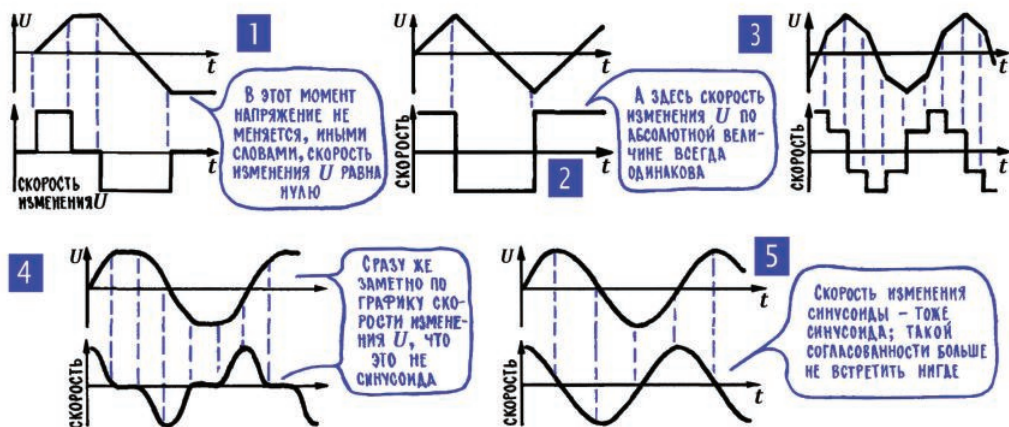

Рис. 6.11. Скорость изменения напряжения разной формы
**12. Скорость изменения синусоидальной ЭДС (напряжения, тока) также изменяется по синусоидальному закону.** В свое время мы обратили особое внимание на то, что в ряде случаев важна не абсолютная величина чего-либо (объема воды, пройденного пути, тока), а скорость ее изменения (гл. 5; 13). Подтверждение этой истины в цепях переменного тока можно встретить на каждом шагу, и поэтому посмотрим, чему, например, равна скорость изменения переменного синусоидального напряжения (рис. 6.11).
меняется вяло, сравнительно медленно), иногда идет вверх (напряжение нарастает), иногда вниз (напряжение уменьшается). Это бывает не только у синусоидальных напряжений (рис. 6.11; 1, 2, 3, 4), но важно еще, как именно меняется скорость изменения напряжения.
Начнем с начала периода, когда синусоидальное напряжение (рис. 6.11; 5) только что прошло через ноль и очень быстро нарастает. В этот момент скорость его изменения самая большая; дальше кривая идет все более полого, то есть скорость нарастания напряжения постепенно уменьшается. Наконец, в момент, когда оно достигло амплитуды, скорость его изменения равна нулю – изменение напряжения как бы на мгновение прекратилось, и вслед за этим оно начнет уменьшаться. Отметим этот факт так – будем считать, что скорость нарастания напряжения стала отрицательной. Постепенно напряжение уменьшается все быстрее и быстрее, а значит, скорость его уменьшения (отрицательная скорость) все нарастает. Наконец, скорость достигает максимума (это отрицательная амплитуда скорости) в момент, когда напряжение проходит через ноль и когда меняется его полярность. Перевалив через ноль, напряжение сначала меняется очень резко, но затем, как это уже было в самом начале, скорость его изменения постепенно уменьшается, приближается к нулю. Ноль скорости соответствует отрицательной амплитуде напряжения, а после этого скорость вновь становится положительной – раз отрицательное напряжение уменьшается, то нужно считать, что напряжение нарастет (если на дворе было минус 10 градусов, а стало минус 5, то мы говорим, что потеплело, температура поднялась). Если тщательно проследить за тем, как меняется синусоидальное напряжение, то окажется, что скорость его изменения – это тоже синусоида, но только сдвинутая по отношению к синусоиде само-
го напряжения ровно на  $90^\circ$  (рис. 6.11; 5). Подобное совпадение (скорость изменения синусоиды – тоже синусоида) ни в каких других зависимостях не встретишь. На рис. 6.11 несколько примеров того, как меняется скорость изменения самых разных переменных напряжений, и везде, кроме рис. 6.11; 5, напряжение и скорость его изменения – совершенно разные графики.